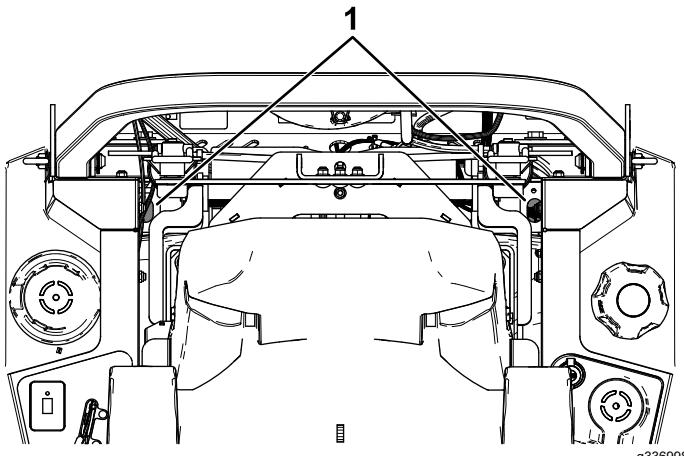

Figura 71
4. Con una prolunga e una bussola da 7/16", accedete al tappo di sfiato dall'alto della macchina attraverso i fori accanto ai supporti del roll bar (Figura 71).